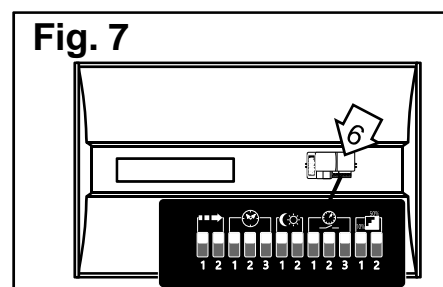

Fig. 7
3. Réglez les **interrupteurs DIP** du **capteur de mouvement** (n° 6) comme désiré (**Fig. 7 & 8**).